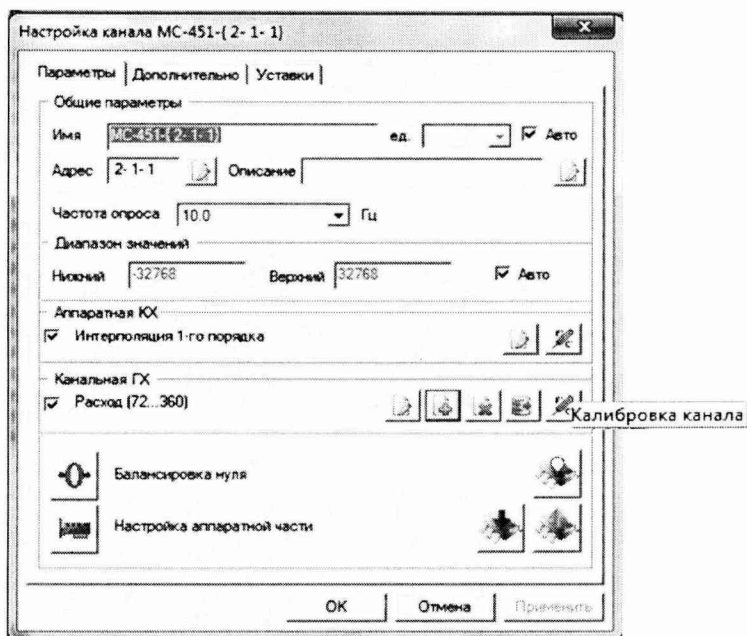

Рисунок 8 Вид диалогового окна «Настройка канала»
7.2.6 Нажать кнопку  «Калибровка канала» в открывшемся диалоговом окне «Настройка канала» (рисунок 8), в разделе «Канальная ГХ»;
- «Количество порций». Рекомендуемое значение размера порции автоматически отображается в диалоговом окне "Настройка канала..." (рисунок 8), во вкладке "Дополнительно";